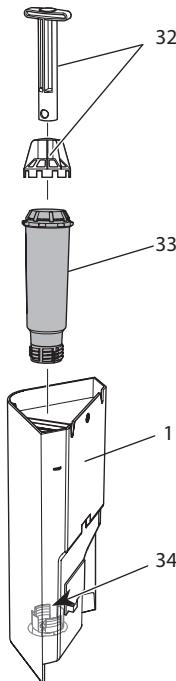

Рис. 18: Завинчивание и отвинчивание фильтра для воды
7. Вставьте новый фильтр в контейнер для воды (см. Рис. 18).